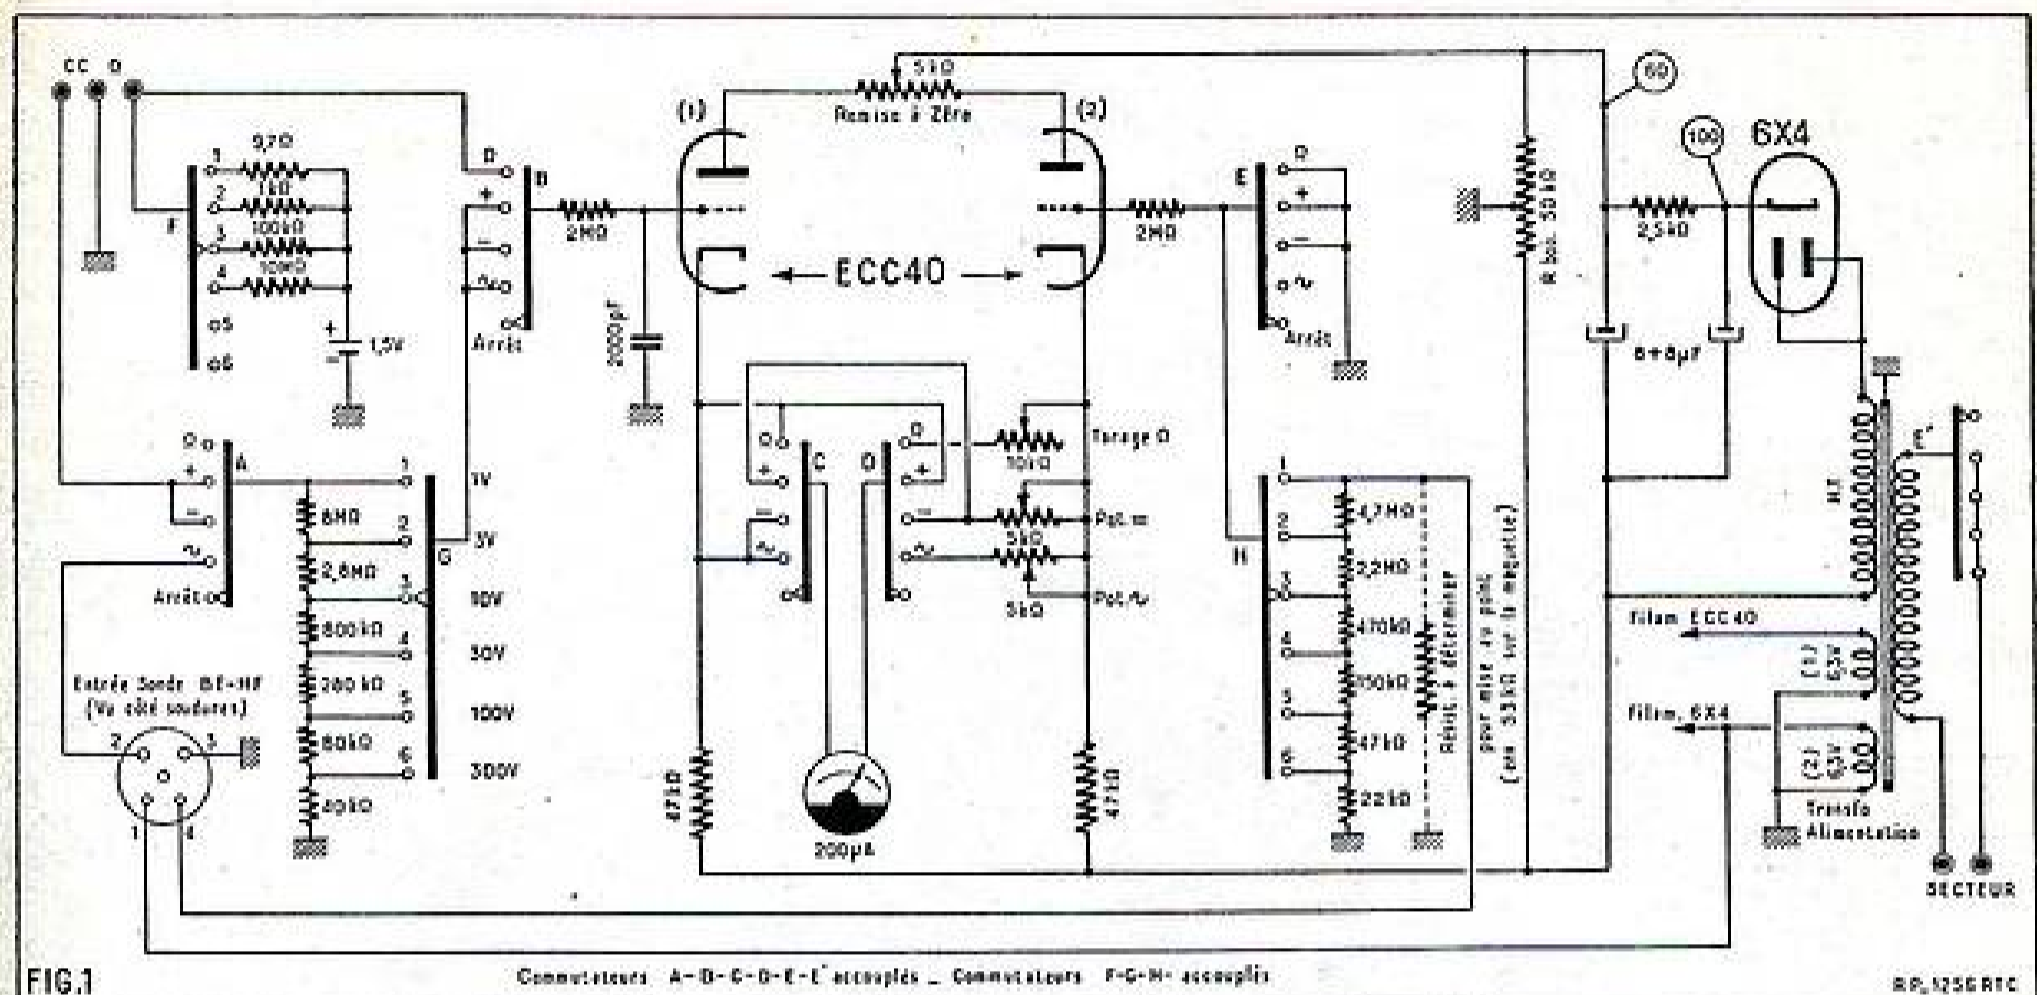

FIG.1
Le schéma de la partie principale de cet appareil de mesure est donné à la figure 1. La pièce maîtresse est une double triode ECC40. Les plaques de ce tube sont alimentées par l'intermédiaire d'un potentiomètre de 5.000 Ω. Dans chaque circuit cathode il y a une résistance de 47.000 Ω. Si on fait abstraction momentanément des commutateurs C et D et des résistances variables de tarage, on voit que le micro ampèremètre de 200 µA est branché entre les deux cathodes. Continuons à simplifier pour bien comprendre le principe de fonctionnement, nous verrons les détails ensuite. La grille de l'élément triode (2) est portée à un potentiel fixe. Sur la grille de l'élément (1) on applique la tension à mesurer. En l'absence de tension à mesurer, on peut et on doit régler le potentiomètre de 5.000 Ω (remise à zéro), de manière que les courants plaque des deux triodes soient égaux. A ce moment, les chutes provoquées dans les résistances de cathode (47.000 Ω) sont égales. Les deux cathodes sont par conséquent au même potentiel. Entre deux points de même potentiel, il ne peut prendre naissance aucun courant. C'est pour cette raison que le microampèremètre branché entre les deux cathodes ne sera traversé par aucun courant et que son aiguille sera à zéro. Notre raisonnement implique que les deux triodes et les résistances soient rigoureusement identiques. Il reste vrai, cependant, si une légère diffé-
... en assurent l'éclairage d'éclairer des résistances de grille par les différents conducteurs. On a donc prévu un circuit de compensation. Une des bornes de la 6X4 est reliée à la grille de la lampe et la grille de la lampe est reliée à la masse par un pont de résistances, comme un commutateur de (Fig. 1) qui rappelle celui d'un pont de la lampe. Le pont est placé dans le circuit de la grille de la lampe. Le courant traverse de la grille de la lampe pendant que la grille de la lampe pour l'éclairage alternatif, une tension qui change de signe appliquée sur la grille de la lampe 1 par le courant inverse de la grille de la lampe.